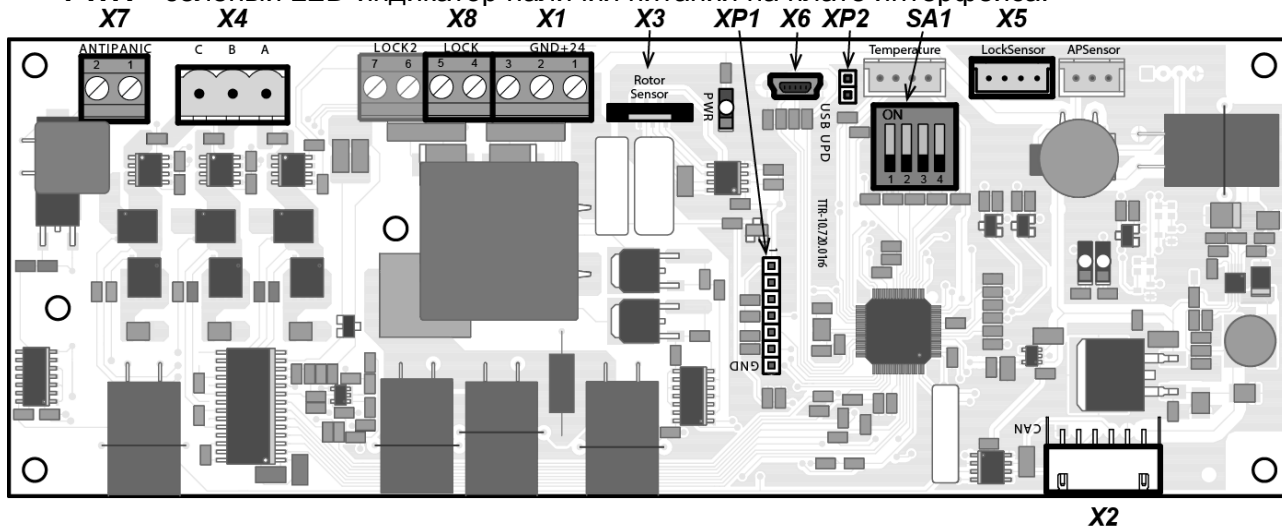

Рисунок 9. Внешний вид платы управления
К плате управления внутренней проводкой подключены все узлы механизма турникета. Также к ней внешним кабелем подключается источник питания турникета. Подключение должно соответствовать схеме электрических соединений, представленной на рис. 20. Внешний вид платы управления (9) показан на рис. 9.